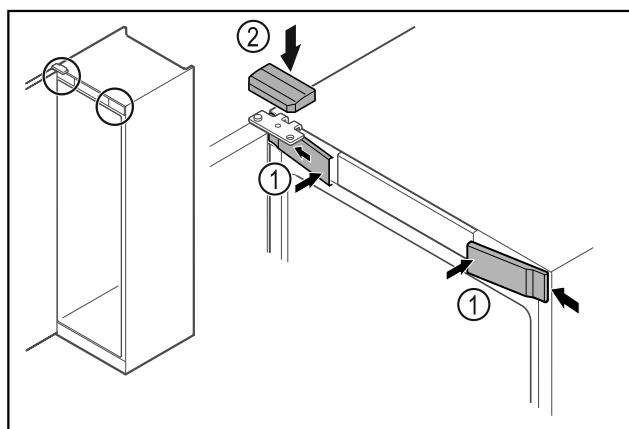

Fig. 67
- Αναρτήστε τα μπροστινά καλύμματα Fig. 67 (1) στο πλάι και κουμπώστε τα.
- Κουμπώστε το επάνω κάλυμμα Fig. 67 (2) από πάνω.